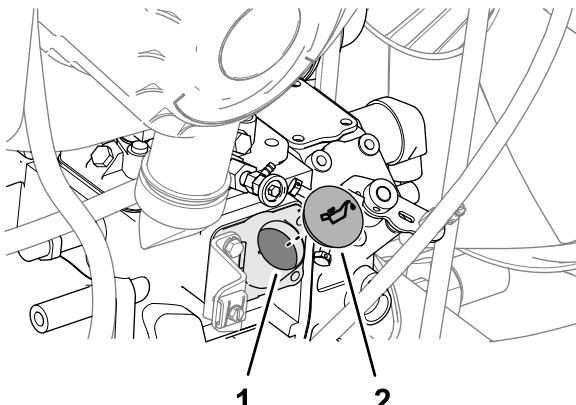

Figura 68
- Si el nivel de aceite es bajo, retire el tapón de llenado de aceite (Figura 68), en el lado derecho del motor, y añada poco a poco pequeñas cantidades de aceite, comprobando el nivel frecuentemente, hasta que el nivel llegue a la marca Lleno de la varilla.